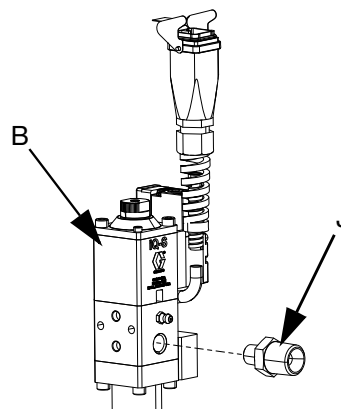

図 26
- 8. スイベルをバルブの金具 (J) に接続し、以下の図のように、ディスペンスバルブ (B) に接続してください：図 26。